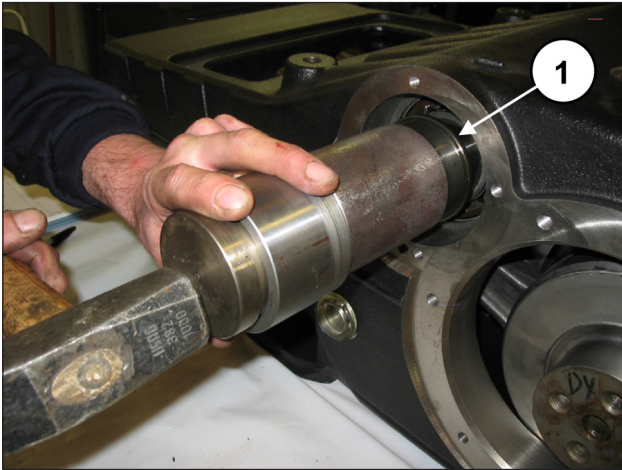
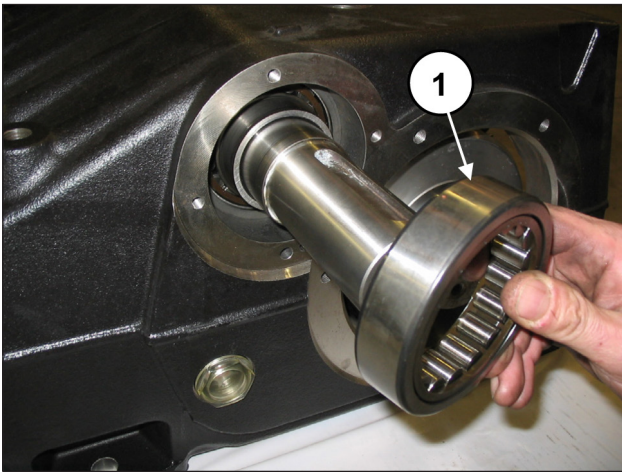

Fig. 61
Fig. 62
Insira o anel interno (pos. ❶, Fig. 61) e o anel externo (pos. ❶, Fig. 62) de um rolamento em um dos lados da bomba.
Insira o anel interno (pos. ①, Fig. 61) e o anel externo (pos. ①, Fig. 62) do último rolamento.